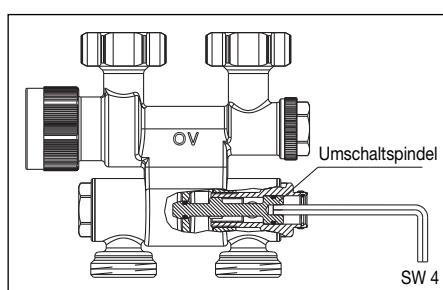

Abb. 5 Umschalten auf Einrohrbetrieb
3. Umschaltspindel (SW 4) aus der geschlossenen Stellung durch Linksdrehen (s. Abb. 5) auf den erforderlichen Heizkörperanteil gemäß Diagramm für Einrohrbetrieb einstellen (Absperrspindel in Offstellung).